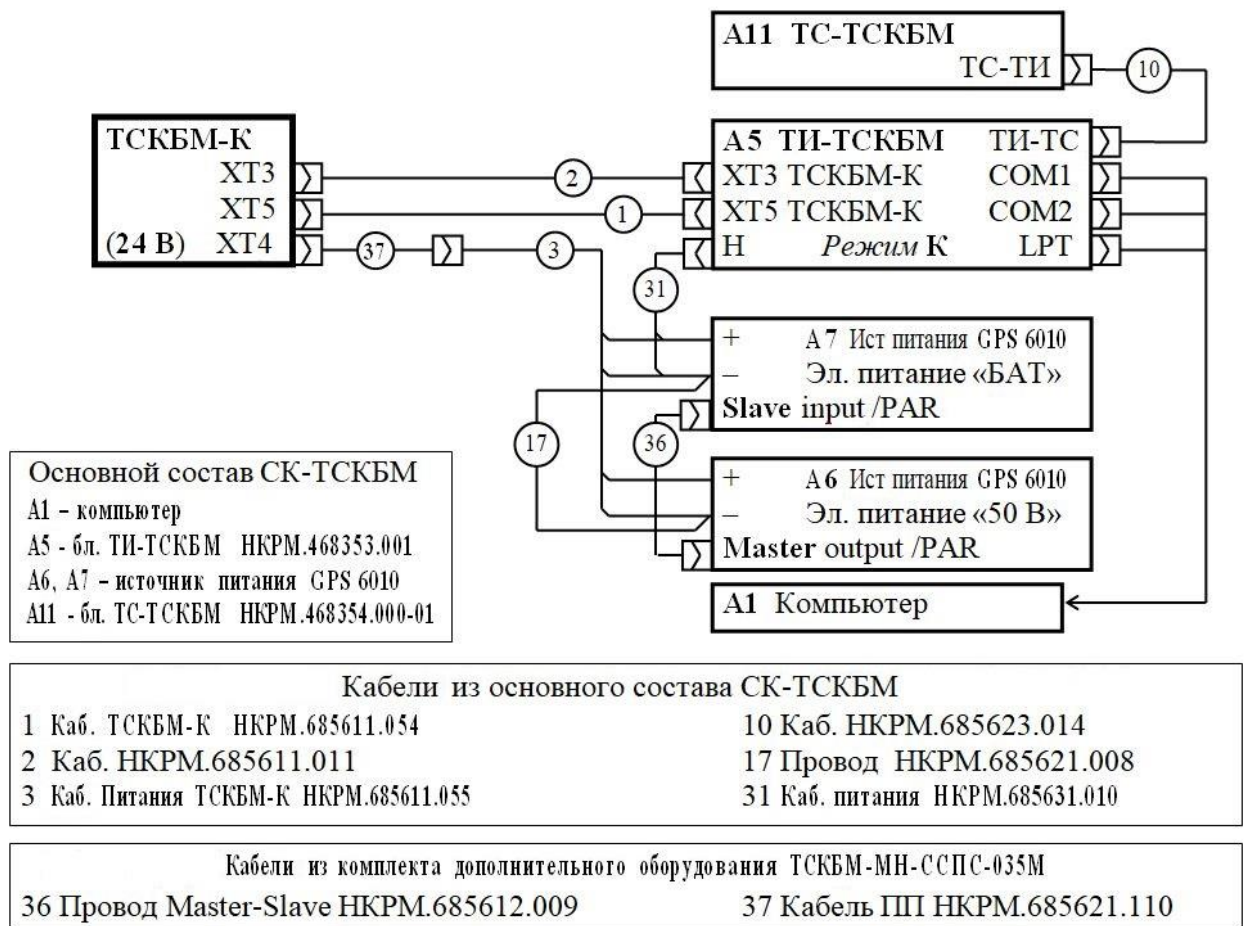

Рисунок 3.2.4.11 - Схема проверки блока ТСКБМ-К с напряжением электропитания 24 В, схема с источниками питания А6, А7 с параметрами 60В × 1А типа GPS 6010
3.2.4.4 Подключение блока ТСКБМ-К с номинальным напряжением питания 24 В из состава ТСКБМ исполнения ССПС (рисунок 3.2.4.11, рисунок 3.2.4.12).
3.2.4.4.1 Подключение блока ТСКБМ-К с номинальным напряжением питания 24 В к схеме испытаний (рисунок 3.2.4.11) с источниками питания А6, А7 с параметрами 60В × 1А
1) Установите на источниках электропитания режим параллельной работы в соответствии с руководством по эксплуатации источника питания. Например, для источника питания 60В × 1А GPS 6010 соединение для параллельной работы приведено на рисунках ниже (рисунок 3.2.4.11, рисунок 3.2.4.12).
Рисунок 3.2.4.12 - Схема подключения блока ТСКБМ-К с напряжением электропитания 24 В к источникам питания А6, А7 с параметрами 60В × 1А (фрагмент НКРМ.466429.000-01 Э6, лист 2)
Примечание: при использовании источников питания другого типа (60В × 1А) на них устанавливается напряжение 24 В и их выходы подключаются к кабелю 3 аналогично рисунку выше (рисунок 3.2.4.12). При этом источники питания должны обеспечивать параллельную работу в соответствии с их руководствами по эксплуатации.